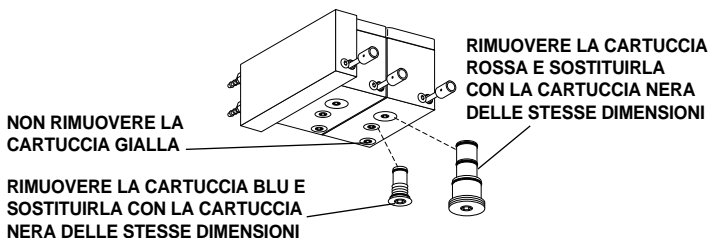

Figura 11. Conversione di un modulo di controllo per l'erogazione di aria ai manipoli
3. Utilizzare una chiave esagonale da 3/32 di pollice per rimuovere la cartuccia rossa dal modulo di controllo. Installare nel modulo di controllo la cartuccia nera, delle stesse dimensioni di quella rimossa, del kit di conversione di un modulo di controllo per l'erogazione di aria ai manipoli (vedere la Figura 11).
4. Utilizzare una chiave esagonale da 3/32 di pollice per rimuovere la cartuccia blu, di dimensioni inferiori, dallo stesso modulo di controllo. Installare nel modulo di controllo la cartuccia nera, delle stesse dimensioni di quella rimossa, del kit di conversione (vedere la Figura 11).